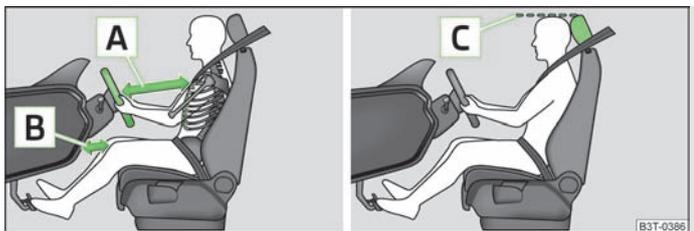

Abb. 115 Der richtige Abstand des Fahrers zum Lenkrad und zur Schalttafel / Die richtige Kopfstützeinstellung
- › Das Lenkrad so einstellen, dass der Abstand zwischen Lenkrad und Brustbein mindestens 25 cm beträgt » Abb. 115 [\[A\]](#) und der Abstand der Beine zur Schalttafel im Bereich des Knieairbags mindestens 10 cm beträgt [\[B\]](#).
- › Die Kopfstütze so einstellen, dass die Oberkante der Kopfstütze sich möglichst auf einer Höhe mit dem oberen Teil Ihres Kopfes befindet » Abb. 115 [\[C\]](#).
- › Die Kopfstütze so einstellen, dass die Oberkante der Kopfstütze sich möglichst auf einer Höhe mit dem oberen Teil des Kopfes befindet » Abb. 115 [\[C\]](#).